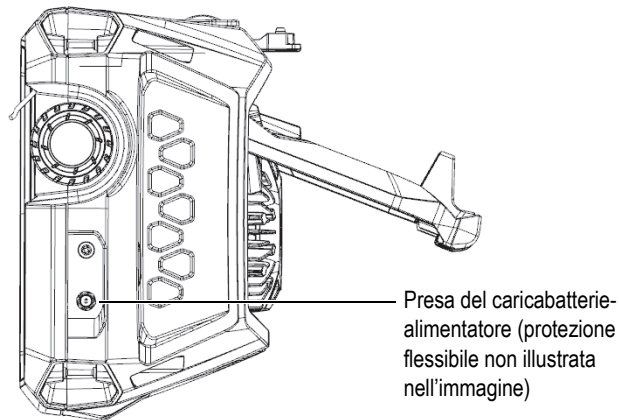

Figura 3-1 Presa del caricabatterie-alimentatore
2. Sul lato destro dell'OmniScan X3, sollevare la protezione in gomma flessibile per mettere in evidenza la presa del caricabatterie-alimentatore (Figura 3-1 a pagina 46).